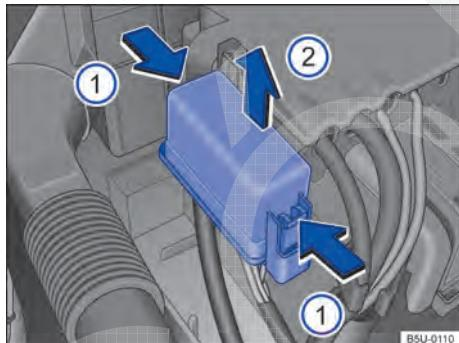

Fig. 194 No compartimento do motor: cobertura da caixa de fusíveis.
- Pressionar as travas no sentido da seta → Fig. 194 ①, para destravar a cobertura da caixa de fusíveis.
- Remover a cobertura por cima, no sentido da seta ②.
- Para a **instalação**, colocar a cobertura sobre a caixa de fusíveis. Pressionar a cobertura para baixo, no sentido contrário da seta ②, até que trave de forma audível.